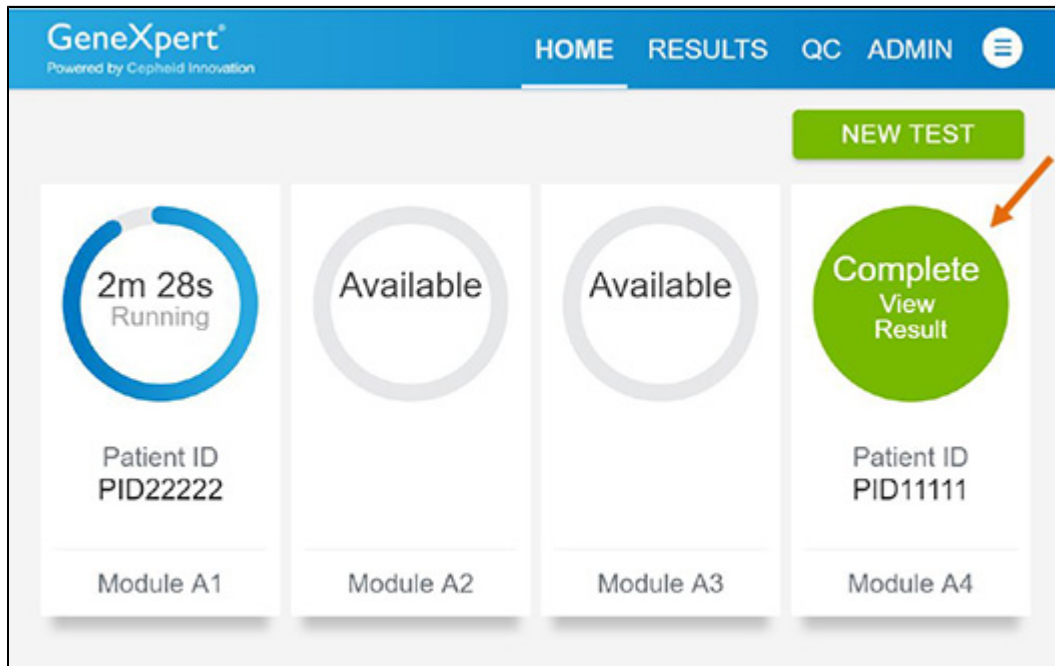

Figure 31. Écran d'accueil avec l'un des deux tests terminés
5. Une fois qu'un test est terminé, le texte de l'icône du module devient **Terminé (Complete)** (voir la Figure 31). Appuyez sur **Terminer Afficher les résultats (Complete View Results)** pour afficher les résultats de test.